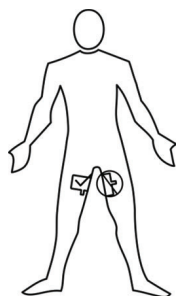

Figure 2 : Orientation de l'application
- S'assurer que le bord long de l'électrode est au plus près du site d'application RF et est complètement en contact avec la peau. Voir la figure 2.
7. Durant l'application de l'électrode, masser toute la surface de l'électrode de dispersion pour garantir un bon contact avec la peau du patient (Figure 2). Après l'application, inspecter minutieusement l'électrode pour vérifier son adhérence complète.